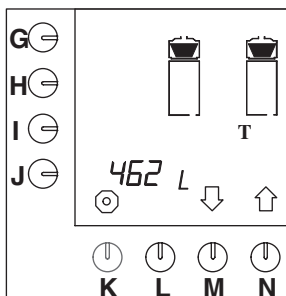

Fig. 50 Totaalteller koffiezetstelsysteem
- Druk op selectietoets (N.) tot fig. 50 in het display verschijnt.